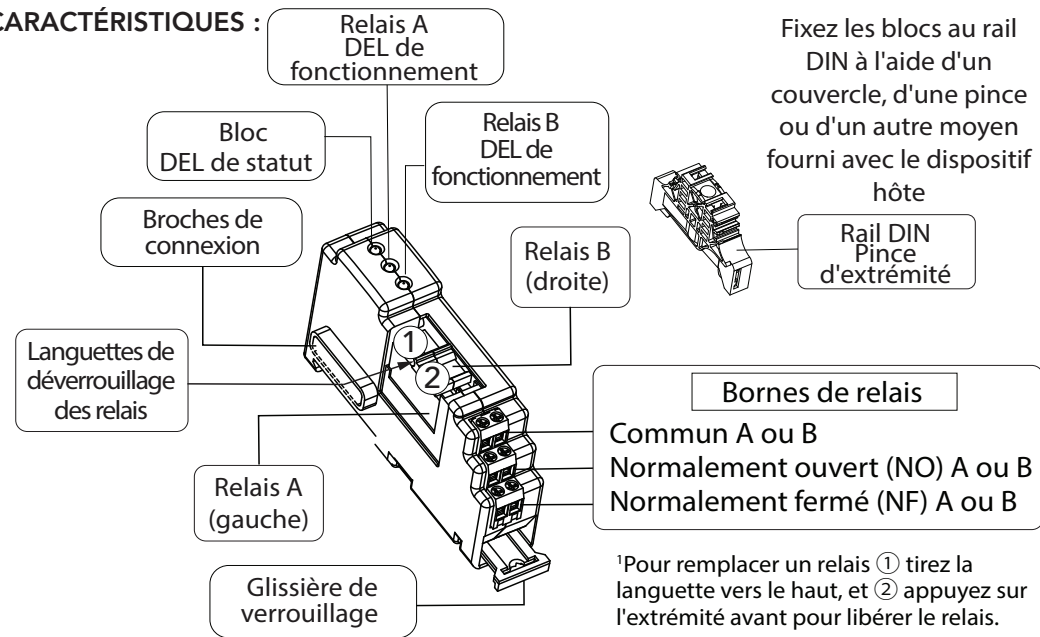

Figure 2-1. Caractéristiques ReadyRelay
Voir la figure 2-1 de la section 2.0 et le tableau ci-dessous. La DEL supérieure ReadyRelay indique l'état du bloc ; la DEL du milieu indique le fonctionnement du relais A ; la DEL inférieure indique le fonctionnement du relais B. La DEL de statut fonctionne avec une pulsation momentanée toutes les (5) secondes.